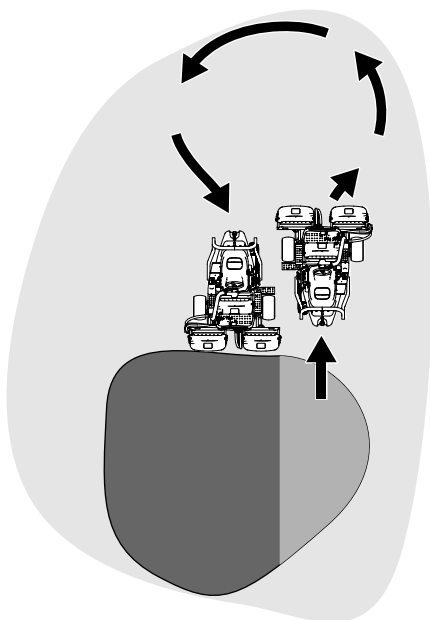

Figura 27
6. Pentru a reduce timpul de operare și pentru a uura alinierea pentru trecerea următoare, virai mâna în direcție opusă, apoi virai-o în direcția porțiunii netăiate. Această mișcare este un viraj în formă de lacrimă (Figura 27), care aliniază rapid mâna pentru trecerea următoare.